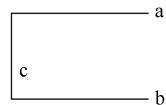

图 4-14 相互垂直的直线
3) 根据系统提示，选择 3 条相互垂直的直线，这 3 条相互垂直的直线是指类似于图 4-14 所示的 3 条直线，即直线 a、b 同垂直于直线 c，并且在直线 c 的同侧。